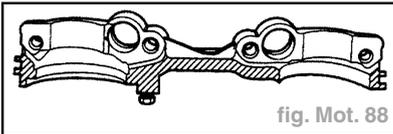

fig. Mot. 88
- Enduire légèrement la zone hachurée du chapeau de palier double de produit d'étanchéité "D 454 300 02", reposer le chapeau et le serrer à **1 daN.m** (faire attention aux douilles d'ajustage) (fig. Mot. 88).